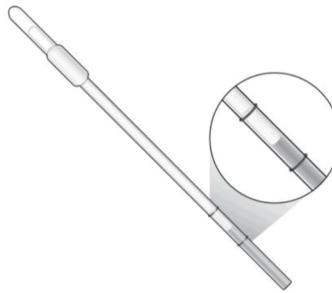

Abbildung 2. Darstellung eines angemessenen Probenpuffer(SB)-Füllstands bei Verwendung des Einweg-Übertragungswerkzeugs (DTT).
- Öffnen Sie die linke Seite des Beutels (bei nach oben zeigendem Etikett), der die PIE enthält, und entnehmen Sie sie aus dem Beutel. Sobald der Beutel geöffnet ist, muss die PIE innerhalb einer (1) Stunde verwendet werden.
- Entnehmen Sie das DTT aus der rechten Seite des Beutels und aspirieren Sie damit den Probenpuffer (SB, Sample Buffer), indem Sie den gesamten Ballon zusammendrücken. Der Füllstand im DTT muss zwischen den zwei (2) Markierungen liegen (**Abbildung 2**). Wenn der Füllstand außerhalb der zwei (2) Markierungen liegt, geben Sie den SB komplett in das SBT und wiederholen Sie diesen Schritt, bis der Füllstand zwischen den zwei (2) Markierungen liegt, wie in Abbildung 2 angegeben.